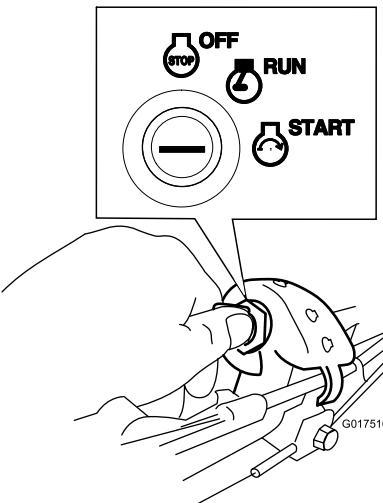

Figure 17
Tournez la clé de contact et maintenez-la à la position de démarrage (Start) (Figure 17); relâchez-la dès que le moteur démarre.
- Tournez la clé de contact à la position contact (Figure 17).